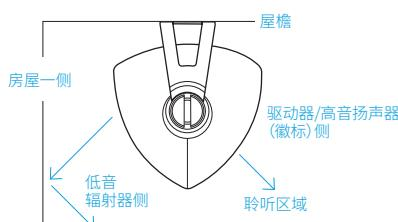
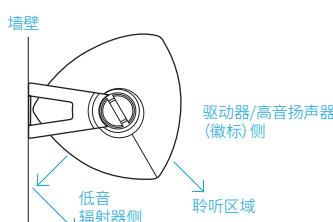

图 3
图 4
- 一对 AW 扬声器能以中等音量覆盖约 200-400 平方英尺的聆听区域。设法将扬声器直接朝着聆听区域以最大化输出电平。将扬声器水平安装在屋檐下是一个不错的位置（特别是与聆听区域处于同一水平面时）。将驱动器/高音扬声器/徽标侧向下朝着聆听区域（见图 3 和图 4）。
- 扬声器带有低音辐射器的一侧可以面向相邻表面放置，例如墙壁、屋檐下侧、天花板或地面，只要有至少几英寸的间隙（见图 3 和图 4）。将低音辐射器放置在较大表面附近可提供更响亮的低音。为了减少低音，可将扬声器移离墙壁、天花板、屋檐或地面。